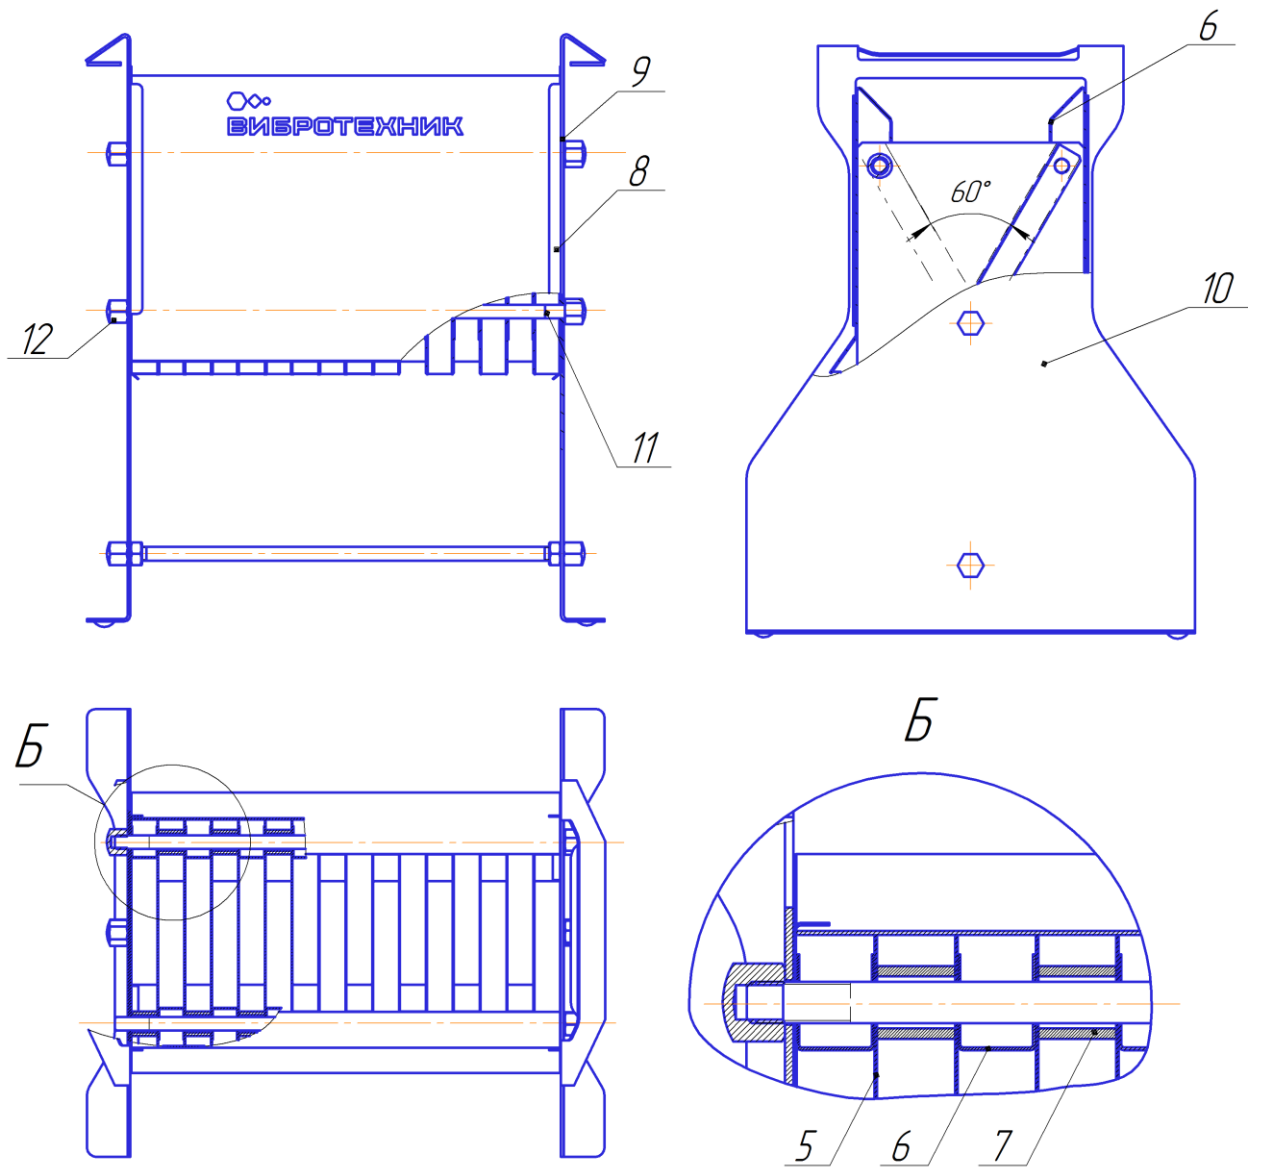

Рис. 2 Блок Делительный
Устройство делительного блока показано на Рис. 2. Блок набирается из пластин 5, разделенных вставками 6 и втулками 7. Взаимное расположение вставок и втулок чередуется из ряда в ряд. По краям пакет замыкается стенками 8. К стенкам 8 прилегают опоры 9, между которыми расположены боковины 10. Сформированный пакет надет на четыре (три для ДП 5 и ДП 10) шпильки 11 и сжат с двух сторон гайками 12. Пластины 5 вместе с верхними поверхностями вставок 6 образуют желобки, направленные попеременно в противоположные стороны от оси блока.
Изделие (за исключением стойки 9 Рис. 2) выполнено из нержавеющей стали.
3.2 Техническое обслуживание не включает в себя разборку делительного блока; отворачивание гаек 12 (Рис. 2) может привести к потере целостности Делительного блока, сборка которого производится квалифицированными специалистами с применением специальной технологической оснастки.